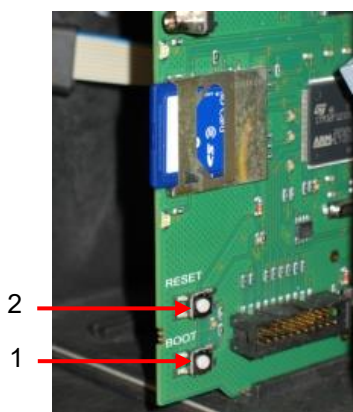

Figura 30
* Para conocer la posición de los ledes, consulte la figura 30 de la placa de control.